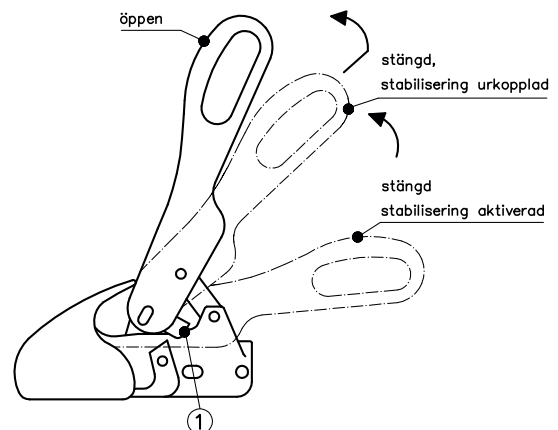

Bild 6 : Avaktivering stabiliseringsfunktion Avkoppling
Dra manöverhandtaget långsamt uppåt för att avaktivera stabiliseringsfunktionen (bild 6).
Dra ut belyningskontakten och lossa katastrofwiren, dra manöverspaken långsamt uppåt för att avaktivera stabiliseringen (bild 6), dra tillbaka manöverhandtaget och lyft det samtidigt (bild 6) så, att säkringsskenorna (1) på sidorna svängs över säkringsytorna och manöverspaken kan ställas i det öppna läget. Med hjälp av stödhjulet kan nu släpet kopplas av från dragfordonet.